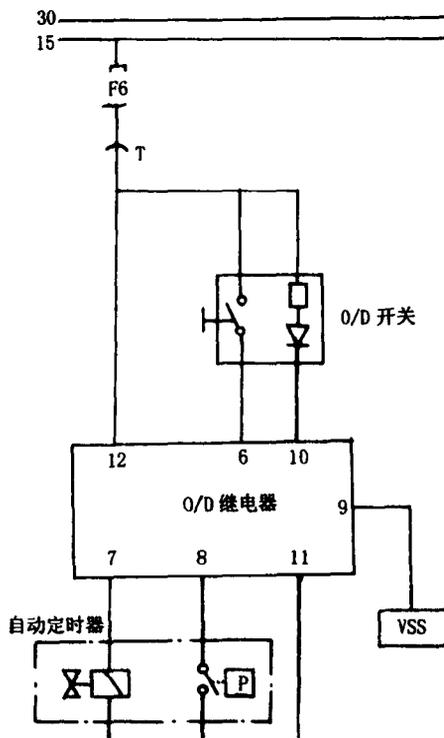

图 1-35 大宇王子 O/D 系统电路图
诊断与排除：检查自动变速器油质正常，反复试验感觉 O/D 开关不能控制超速系统，观察仪表盘上的 O/D OFF 指示灯，在按下开关时熄灭，反之则亮起，说明 O/D OFF 指示灯受 O/D 开关控制，分析超速系统其他部件有故障存在。超速系统即 O/D 系统线路见图 1-35。
亮，说明故障不在 O/D 电磁阀，而在控制电磁阀的 O/D 继电器及其线路，从图 1-35 分析引起故障的原因有：无电源送至继电器的 12 脚；继电器 11 脚搭铁不良；O/D 开关不能将其开、关状态送至继电器 6 脚；自动跳合开关在行驶过程中自动跳合；车速传感器故障；⑥ O/D 继电器故障，不能及时将电源信号送至 O/D 电磁阀。